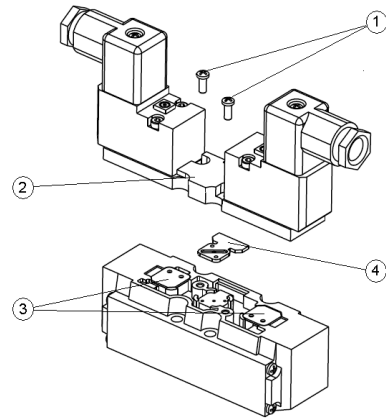

Figura 17
4.2 Conmutador de pilotaje - Placa de función (véase la Figura 17)